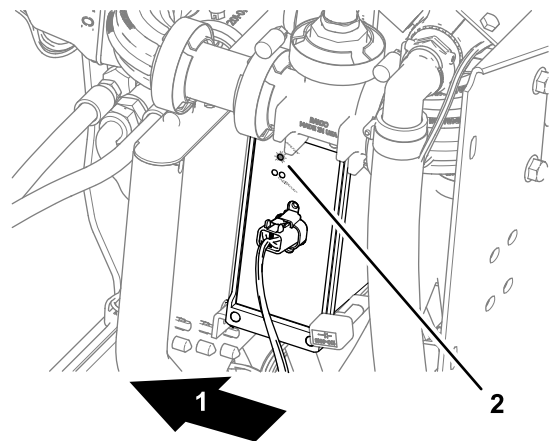

Figura 157
- Controlador automático de secciones — se enciende el indicador de ESTADO (Figura 157)